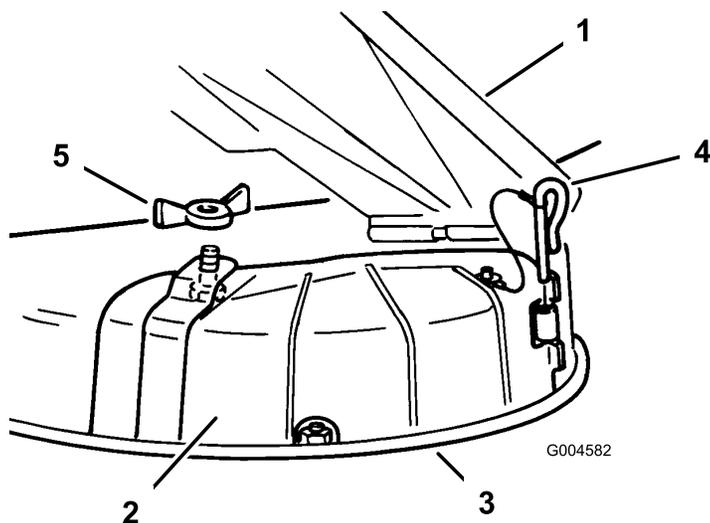

Figura 18
3. Togliete il dado ad alette e il bullone di posizionamento del coperchio (Figura 18).
4. Rimuovete il perno della cerniera che fissa il coperchio al piatto (Figura 18).
3. Sollevate il deflettore di sfalcio, posizionate il coperchio di scarico sull'apertura del bordo inferiore dell'apparato di taglio ed inseritelo sulla parte anteriore della cerniera (Figura 18).
4. Fate scorrere il perno di cerniera sulla cerniera (Figura 18).
5. Fissate il coperchio di scarico al tosaerba con il dado ad alette (Figura 18).